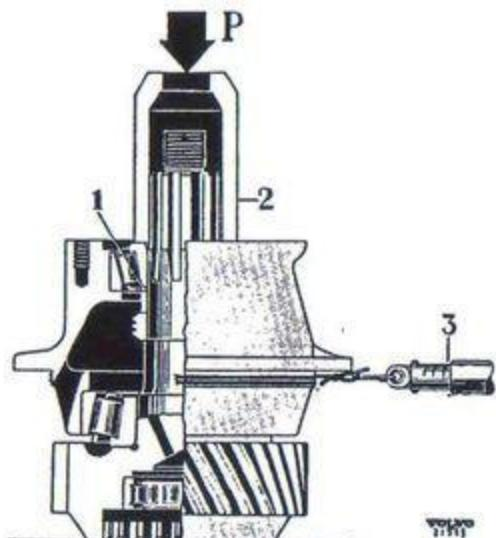

Bild 70. Justering av förspänning.
2. Placera lagerhuset i press enligt bild 70.
3. Pressa med 7 tons tryck på övre lagret. Linda ett snöre några varv runt lagerhuset (se bild 70) och dra i snöret med en fjäderväg. Denna skall, när huset börjar rotera, ge ett utslag på 0,5—1,0 kg. Visar den annat värde skall antalet justermellanlägg anpassas tills rätt utslag erhålls.